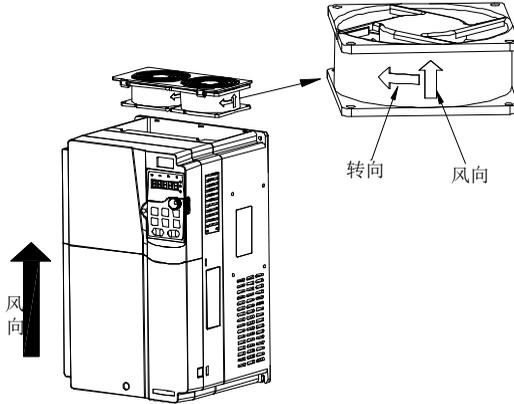

图 9-1 7.5kW（含）以上机器风扇维护
- 5、将新的冷却风扇装入变频器内；并按照相反的顺序将风扇电缆插入线夹，装好变频器，请注意风扇的风向与变频器风向保持一致，如图 9-1 所示。